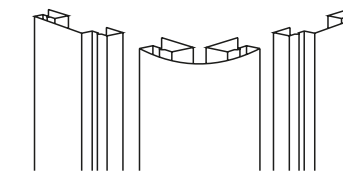

Рис. 4
Примечание: для обрамления наружных углов можно использовать прямой угол или радиусную планку с широкой сборной планкой (наличником) из декоративной системы GL ЯФАСАД (рис. 4).
- ▷ Вставьте наборные планки в радиусные планки, закрепите их (рис. 4).